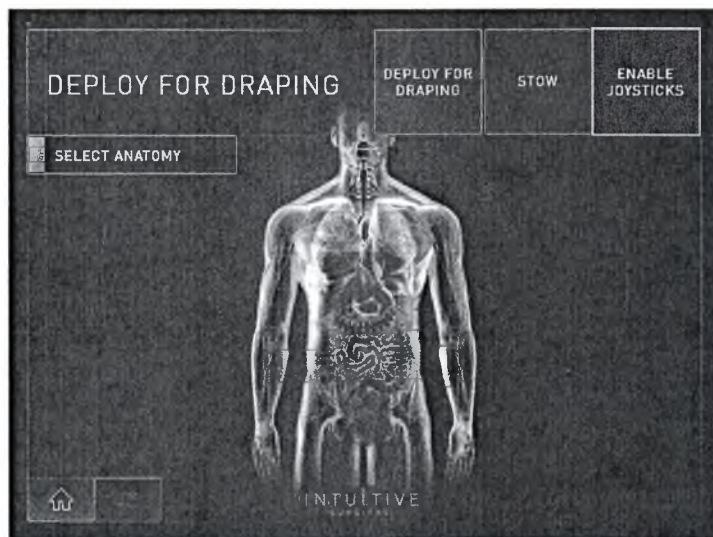

Рисунок 6.7 Кнопка **Enable Joysticks** («Активация джойстиков»)
1. **Переходящая медсестра:** Чтобы привести стойку пациента в нужное положение в ручном режиме, нажмите и удерживайте кнопку **Enable Joysticks** («Активация джойстиков»)(Рисунок 6.7).